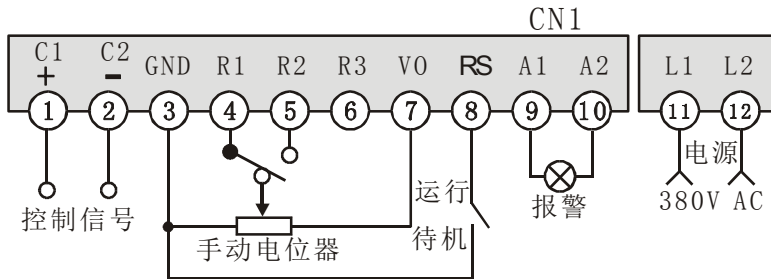

图 3：手动及自动组合接线图
7.2. 手动调整：外接 10K $\Omega$  手动电位器。电位器的两个固定端分别接 V0、GND 端，滑动端接 R2 端，按图 3 (1、2、5、8、9、10 端子上的连线可不接)接线。调整手动电位器，负载电压调整范围为 0~100%。此时，负载电压应均匀变化。